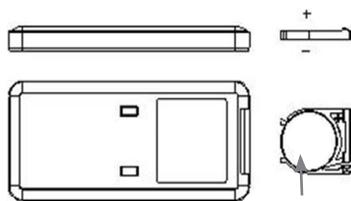

IMAGEN 2
- Poner atención a la polaridad de la batería, e insertar batería (CR2032) al compartimiento (ver imagen 2)